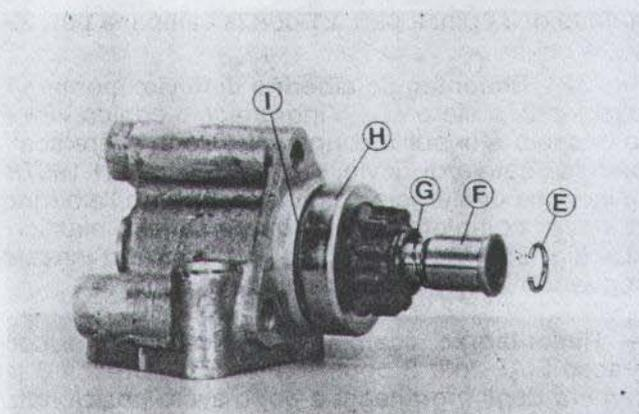

Fig. 79
2) - Rimuovere l'anello elastico «E», l'anello di scontro «F», la molla «G» fino a sfilare il pignone completo di ruota libera «H» (vedi fig. 79).
Avvertenza - La guarnizione «I» (in fig. 79) deve essere, al rimontaggio, sempre sostituita con una nuova mediante incollaggio (usare colla LOCTITE IS 465).